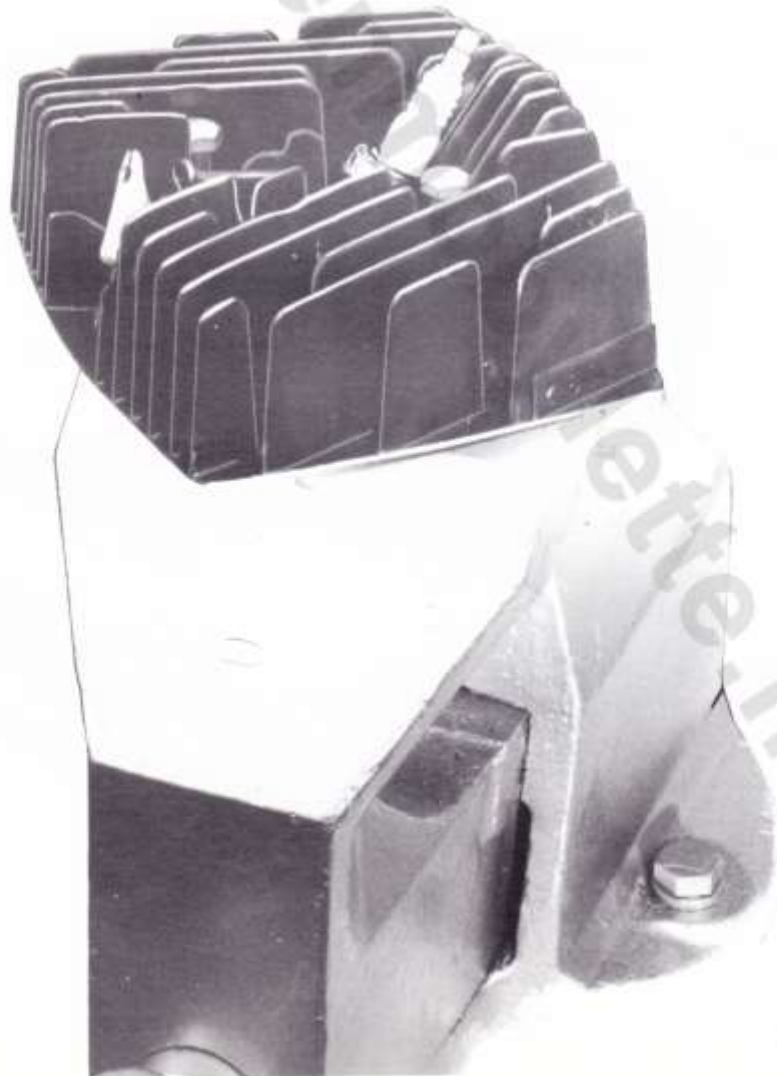

Figure 2
- Fixer la culasse à l'étau au moyen de deux boulons (figure 2).